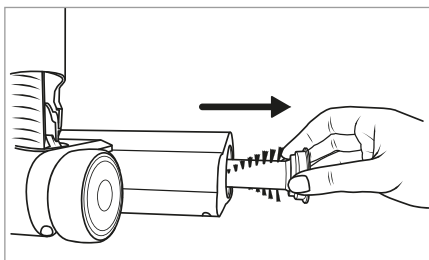

Fig. 27
- 3) Træk børsterullen **20** ud af gulvbørsten **21** (se fig. 27).